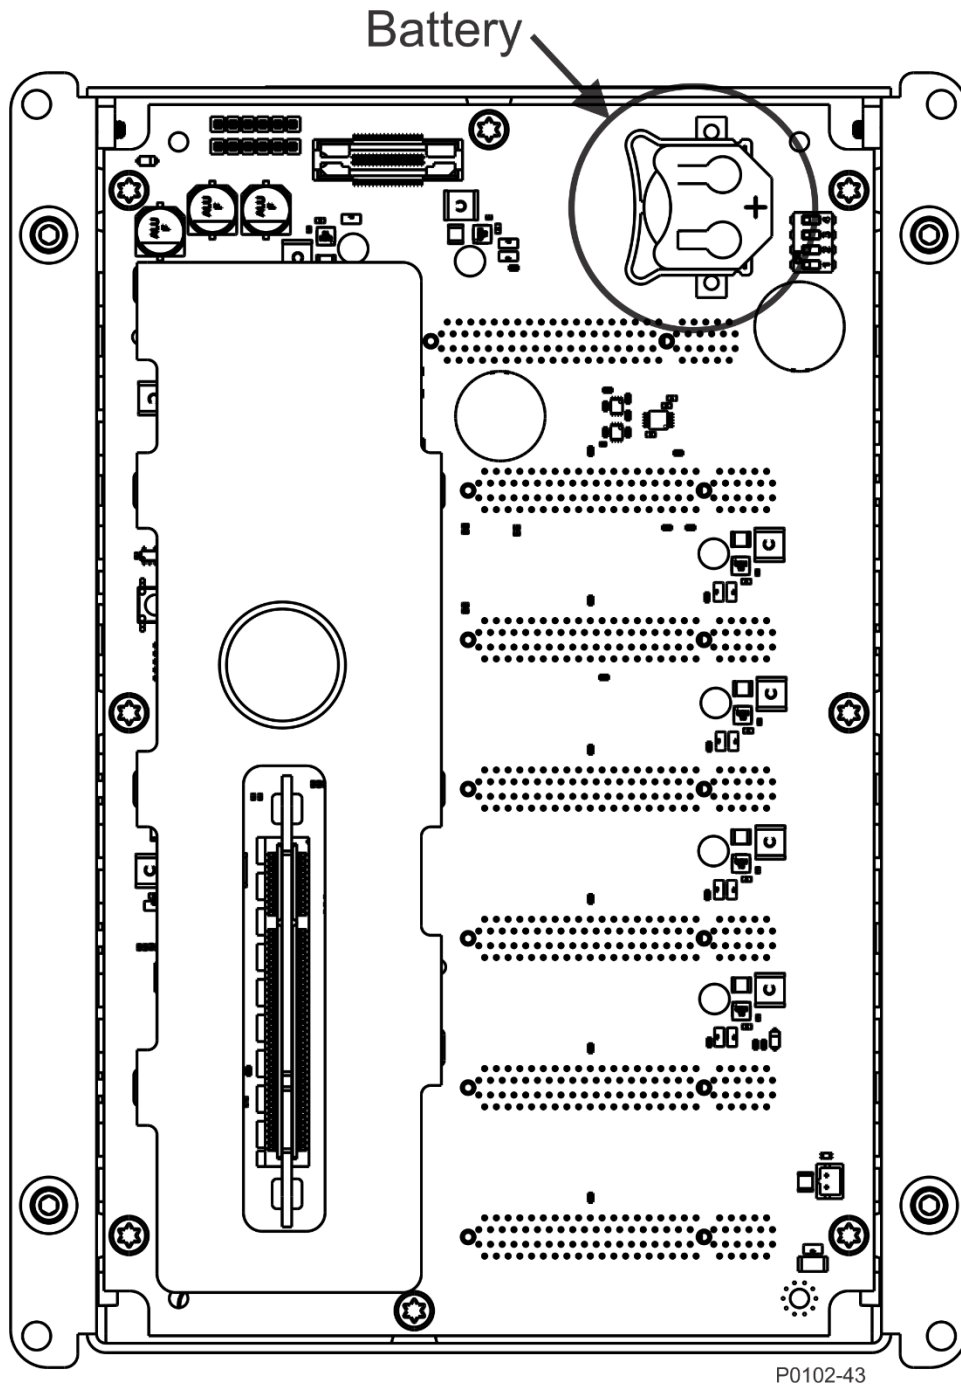

Figura 12-3. Ubicación de la batería en la tarjeta madre
Paso 3: Localice el soporte/bandeja de la batería y la batería en la tarjeta madre (Figura 12-3). Quite la batería de su soporte/bandeja. Consulte las normas locales para la eliminación correcta de la batería.